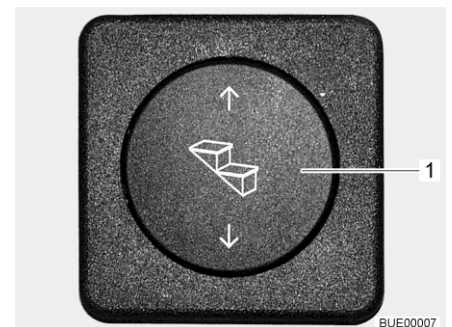

Fig. 8 Pulsador de mando escalón de entrada
- Extensión:** ■ Pulsar la parte inferior del pulsador basculante (Fig. 8,1) y mantenerlo pulsado (por lo menos 3 segundos) hasta que esté completamente extendido el escalón de entrada.
- Retracción:** ■ Pulsar la parte superior del pulsador basculante (Fig. 8,1) hasta que se haya retraído completamente el escalón de entrada.